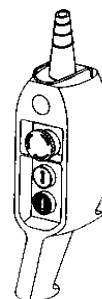

Fig. 5
- Collegare la pulsantiera all'apposito connettore. L'argano è dotato di una pulsantiera a 3 pulsanti (fig. 5):